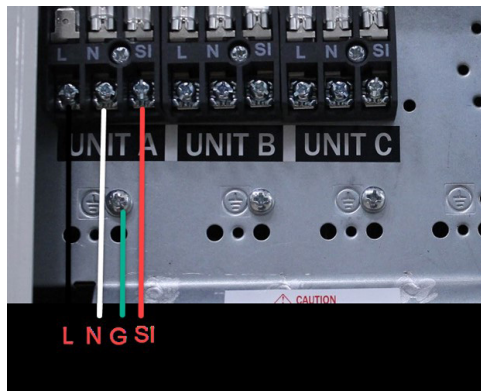

Figure 8.2
2. Faire passer le câble de communication depuis la zone A à travers le trou approprié et connecter les fils à l'unité extérieure en faisant correspondre les fils au bornier. Le fil marqué L va à L, le fil N va à N et le fil SI va à SI sur le bornier. Ensuite, le fil de terre va à la plaque métallique sous la terre marquée. (Voir la figure 8.2 page 33)